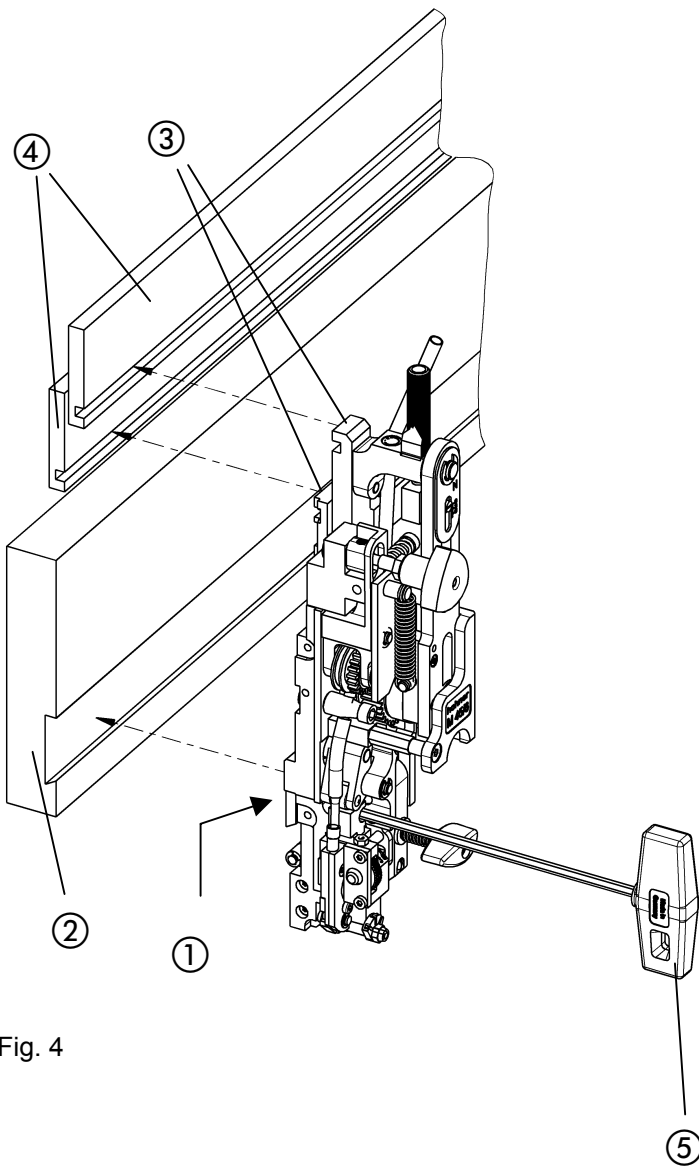

Fig. 4
- Fig. 4 -
- Aflojar el taco de corredera ① con la llave allen SW4 ⑤.
- Montar el cabezal cosedor en el alojamiento b desplazando lateralmente el taco de corredera. Los dos topes de arrastre ③ del cabezal cosedor deben encontrarse en las guías de las barras de elevación ④.
- Fijar el cabezal cosedor apretando el taco de corredera ① en el alojamiento del cabezal con la llave allen.